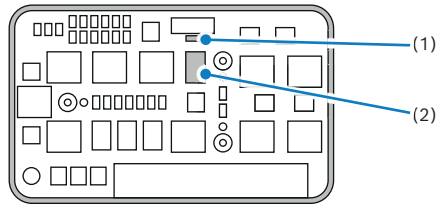

Abb. 6
23. Relais (2) und Sicherung (1) installieren (Abb. 6).